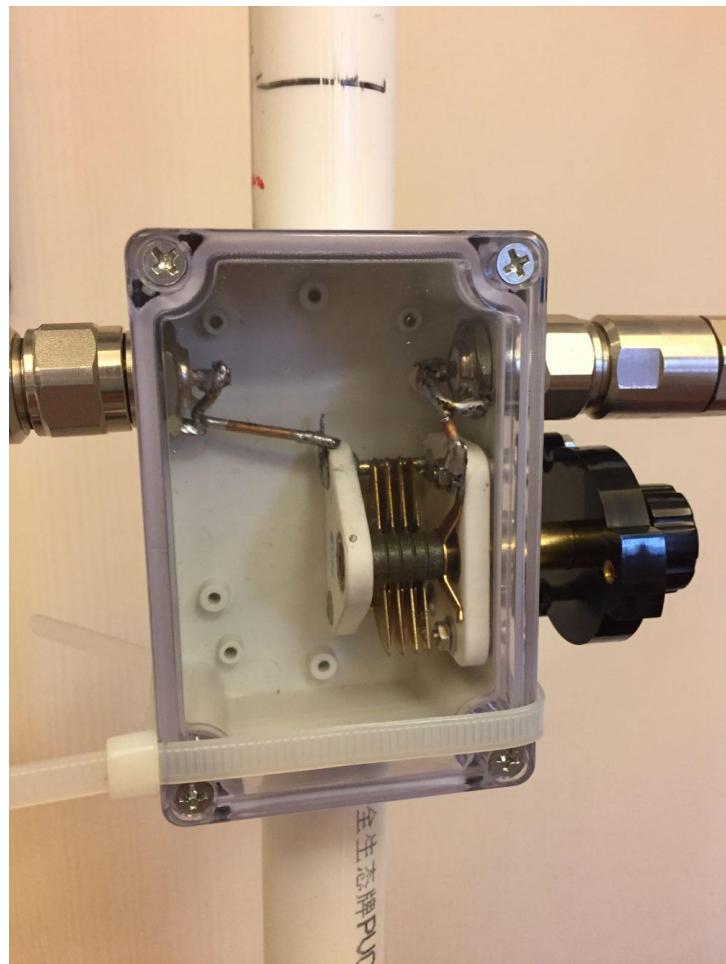

图 3 电容盒
3、用 2.5 平方单芯铜线，把两边 N 座分别焊到可变电容的动片与定片接线焊片上。注意，焊接时，铜线应把 N 座的芯极与外壳焊连在一起，即把馈管芯与屏蔽层短路。另外，连接 N 座与电容的导线，不要随便拿一条细漆包线或截面很小的接电灯的胶皮线就用，截面过小会影响到驻波调不下来。电容盒内的连线，除了用粗线外，还应该尽可能地“要短，要直，不要平行靠近，要跨越时尽量垂直交叉”。焊接处，熔锡包裹要饱满，焊接面积要大。电容盒实物见图 3。